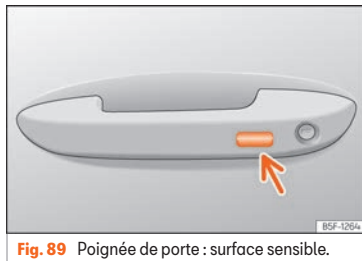

Fig. 89 Poignée de porte : surface sensible.
- **OU** à l'aide du système Keyless Access* [verrouillage uniquement] : Appuyez un doigt pendant quelques secondes sur la surface sensible de verrouillage »» **fig. 89** (flèche) de la poignée de porte jusqu'à ce que les vitres et le toit ouvrant* se ferment. Si vous cessez de toucher la surface sensible, la fonction d'ouverture/fermeture s'interrompt.
- Appuyez un doigt pendant quelques secondes sur la surface sensible de verrouillage ➡ **fig. 89** (flèche) de la poignée de porte jusqu'à ce que le toit ouvrant se ferme. Si vous cessez de toucher la surface sensible, la fonction d'ouverture/fermeture s'interrompt.